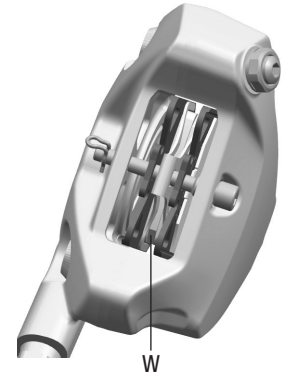

Fig.19
- Desgaste excessivo das pastilhas de travão, onde o indicador de desgaste numa ou mais pastilhas não é mais visível (W - Fig. 19).